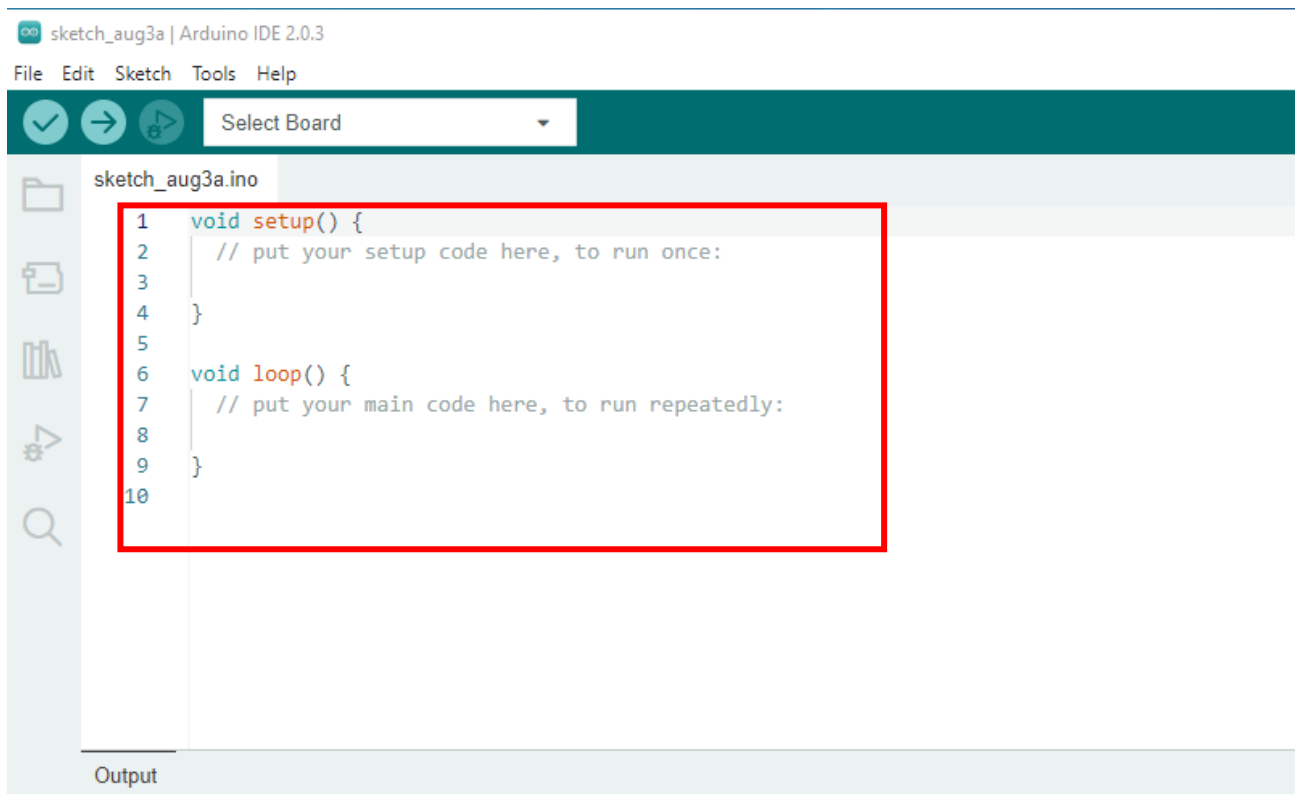

Рис. 13. Окно редактора Arduino IDE
4. Откроется окно с основной структурой вашей программы (рис.13).